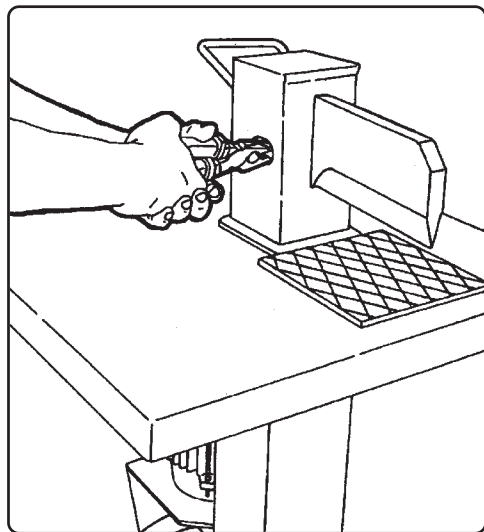

Fig. 8
- 2) Con la ayuda de unos alicates, hacer girar de 90 grados, en sentido antihorario, el bulón ubicado en el interior del hueco (Fig. 8), la lámina de freno se encontrará en posición horizontal, entonces se puede proceder a la extracción del bulón.